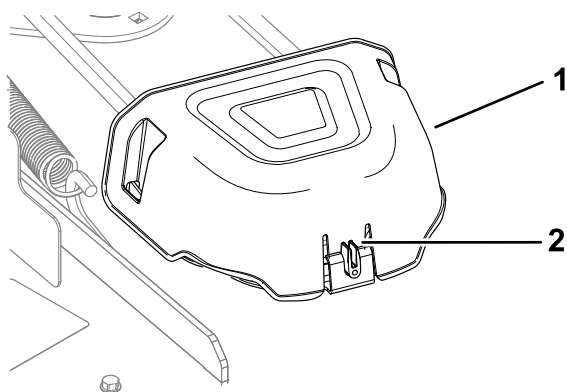

Figure 47
4. Appuyez sur la languette du couvercle pour déposer le couvercle des poulies (Figure 47).